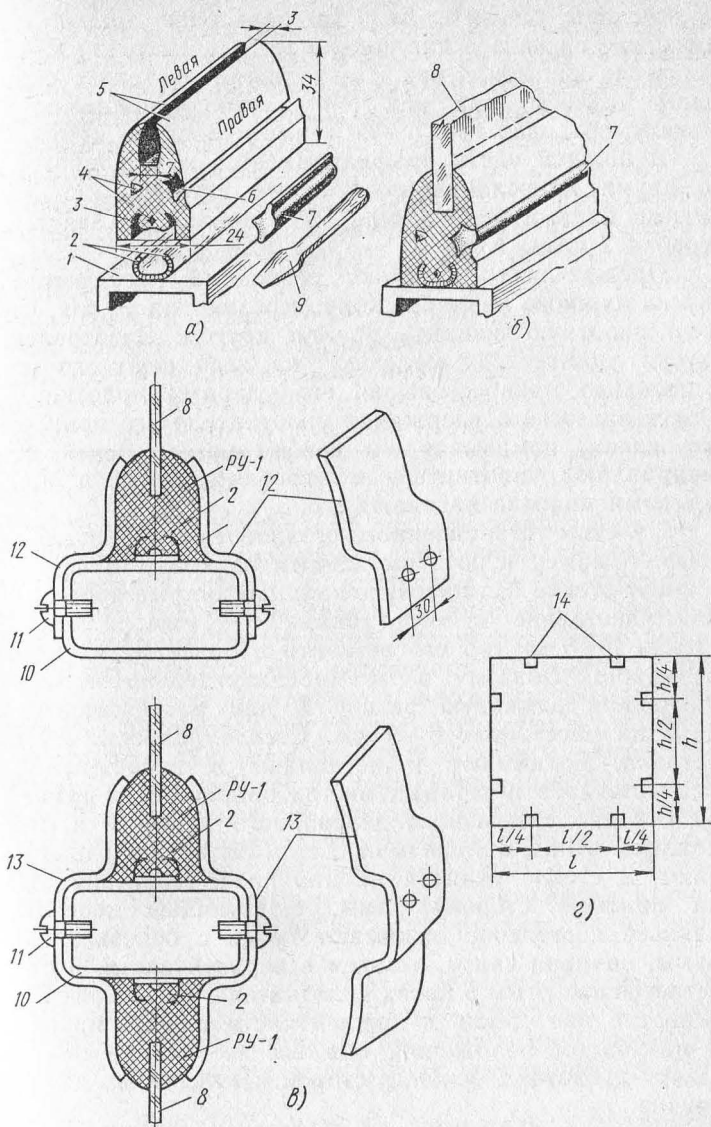

Рис. 76. Вставка стекла на резиновом уплотнителе РУ-1:
**Вставка стекла в металлические рамы без штапиков.** Резиновый уплотнитель РУ-1 (рис. 76), применяемый в этом случае и изготовленный из твердой резины, является несущим элементом. Стекло жестко закрепляется в резиновом уплотнителе, который заранее надевается на гребни рамы. Гребни имеют изогнутую форму, закреплены к раме с помощью сварки или заклепок.